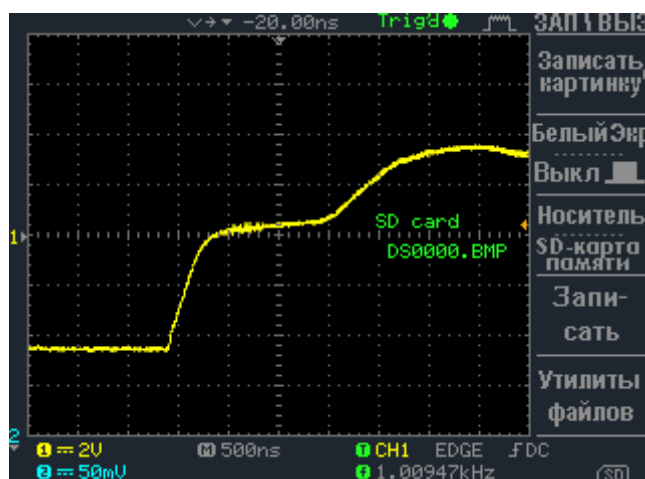

Рисунок 5.1. Несогласованная линия. Видео: enip2.ru/files/rs485_01.zip
- Несогласованная линия – на видео (рис. 5.1) видно, что длительность импульса резко меняется на 2 мкс, что может привести к отбрасыванию пакетов принимающими устройствами, по причине отсутствия синхронности передаваемых импульсов. Так же имеется «ступенька» прямо над порогом срабатывания приемника, что, при незначительно ухудшившихся условиях, может привести к состоянию неопределенности и так же повлияет на время фиксации приемником входящего импульса. В целом, в лабораторных условиях работа на подобной линии вполне возможна, однако для реальных объектов нелишним будет провести мероприятия по согласованию линии.